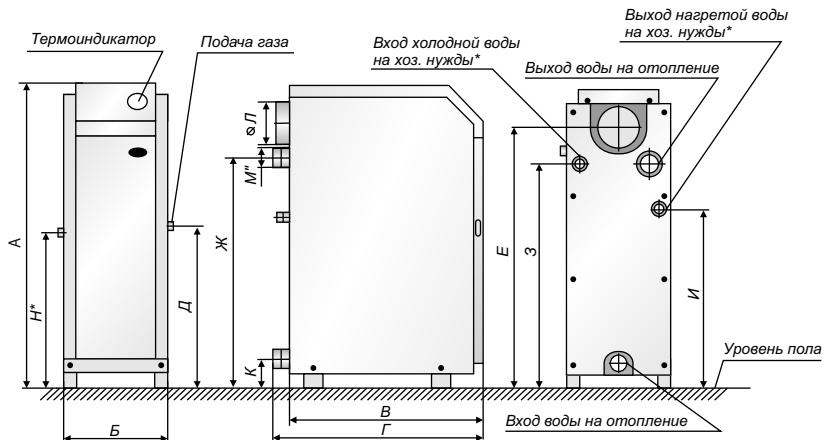
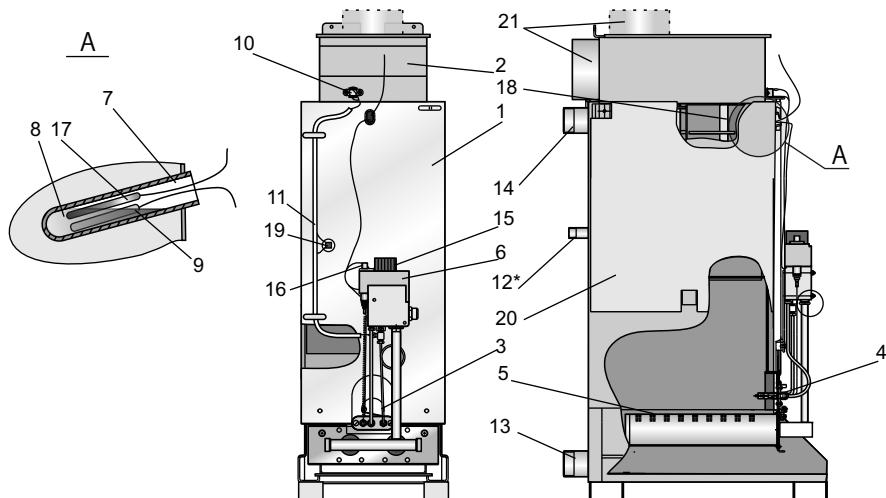

Рис. 1 Общий вид котла "Житомир-3"
Рис. 2 Схема конструкции котла "Житомир-3"
Габаритные размеры, мм, не более	см. табл.2, (рис.1)
5.1. Котёл, рис.1 выполнен в виде напольного шкафа прямоугольной формы, лицевая сторона которого закрыта дверкой, обеспечивающей доступ для запуска котла и управления его работой.
Котёл состоит из следующих основных частей: корпуса котла поз.1 рис.2, который состоит из топки и теплообменника. В теплообменнике котла установлены турбулизаторы поз. 18 для наиболее полного отбора тепла при сжигании природного газа и передачи его теплоносителю; газохода поз. 2; горелок: основной поз.5 и запальной поз.4; автоматики безопасности с газовым клапаном поз.6; патрубков подвода поз.13 и отвода теплоносителя поз.14. В котлах с встроенным водонагревателем предусмотрены присоединительные патрубки поз.12. На лицевой части корпуса котла расположено смотровое окно поз.3 для контроля за розжигом и работой котла. В стаканчик поз.7 установлен баллон термоиндикатора поз.17 и термобаллон поз.9 газового клапана, служащий для управления его работой. Термостат (датчик тяги) поз.10 служит для обеспечения его безопасной работы. Для наиболее полного отбора тепла снаружи корпус котла покрыт теплоизоляцией и декоративным стальным кожухом, покрытым порошковой эмалью. В верхней части кожуха котла установлен термоиндикатор для контроля температуры воды в кotle, рис. 1.
Рис. 2а Схема конструкции котла "Житомир-3" модели KC-G-080CH, KC-GV-080CH
6.8 При установке котла в систему отопления с открытым расширительным сосудом установка датчика перегрева (п.19, рис.2) не требуется, при условии, что отказ терmostата управления не вызывает опасную ситуацию для пользователя или повреждение котла (ГОСТ Р 51733-2001).